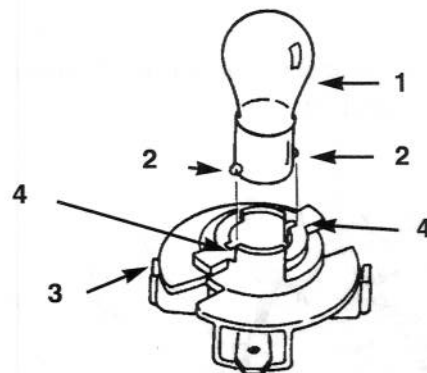

Bild 19
drehen, bis sie den Anschlag erreicht (ca. $\frac{1}{4}$ Umdrehung), dann die Birne aus der Fassung entfernen (Bild 19).
1. An beiden Seiten ihrer Unterseite hat die Birne Metallstifte. Diese mit den Auskerbungen in der Birnenfassung abstimmen und die Birne in die Fassung eindrücken (Bild 19). Die Birne unter Druck im Uhrzeigersinn bis zum Anschlag drehen.